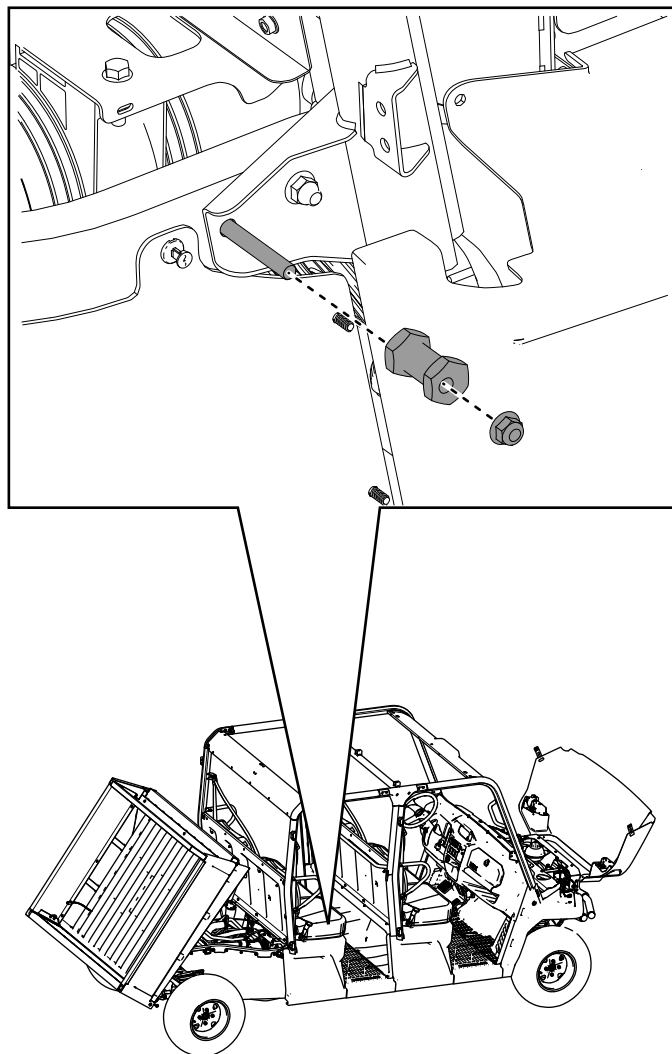

Figure 56
29. Installez les contre-écrous ($\frac{3}{8}$ ") et les goupilles de verrouillage retirés précédemment sur les tubes arrière droit et gauche du cadre (Figure 56).